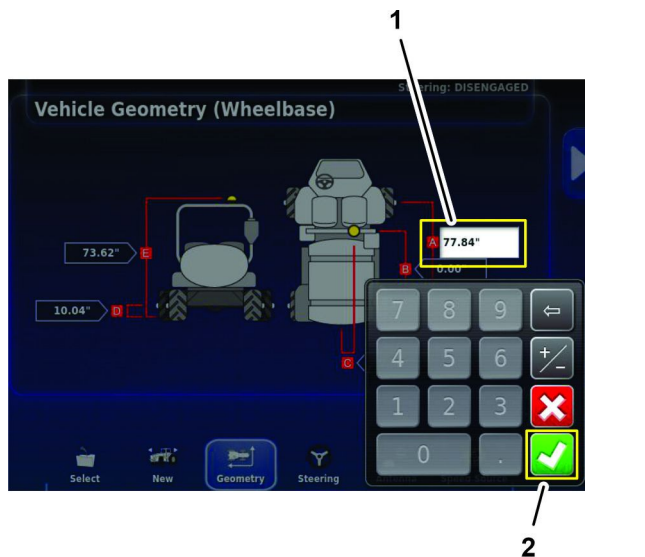

Figura 189
1. Premete l'icona Linea centrale degli assali anteriori e posteriori (A), utilizzate il tastierino sullo schermo per inserire la misurazione registrata nel modulo di geometria del veicolo di Misurazione della geometria del veicolo \(pagina 86\) e premete l'icona Conferma (Figura 189).